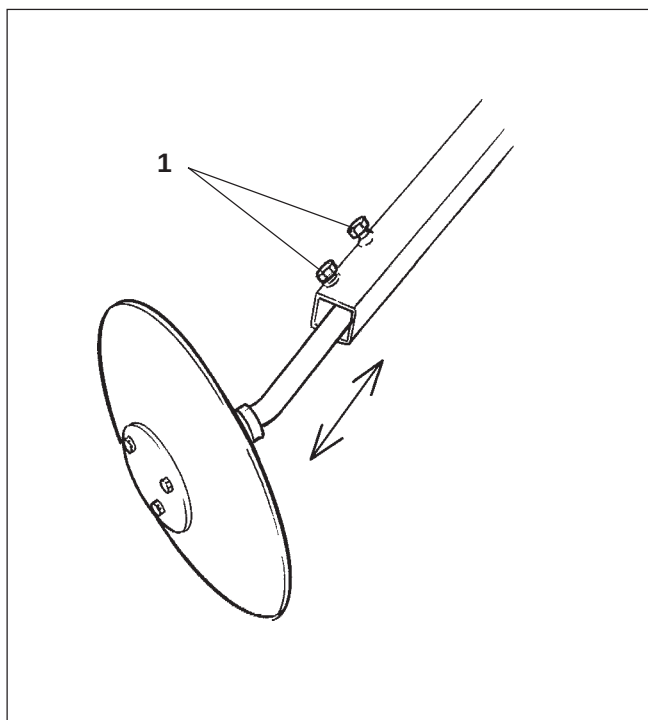

Fig. 23.12
Les disques de traceur (fig. 23.12) peuvent être engagés plus ou moins dans le bras de traceur pour atteindre la longueur souhaitée. Pour ce faire desserrer auparavant les deux vis 6 pans (fig. 23. 12/1) puis resserrez les ensuite à fond.
**Réglez immédiatement les disques de traceurs (fig. 23.12) de manière à ce qu'ils puissent avancer, sur sols moyens, à peu près parallèlement au sens d'avancement et, sur sols lourds, qu'ils travaillent de manière plus agressive.**